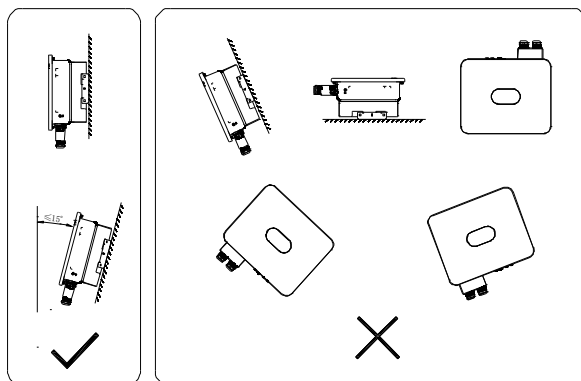

Рис. 4.6. Место установки инвертора
(4) Монтажная поверхность должна быть вертикальной (см. рис. 4.6). Установите инвертор вертикально или с наклоном назад на $\leq 15^\circ$, чтобы обеспечить рассеивание тепла. Наклон вперед, горизонтальное или перевернутое положение, наклон назад $> 15^\circ$ и боковой наклон не допускаются.